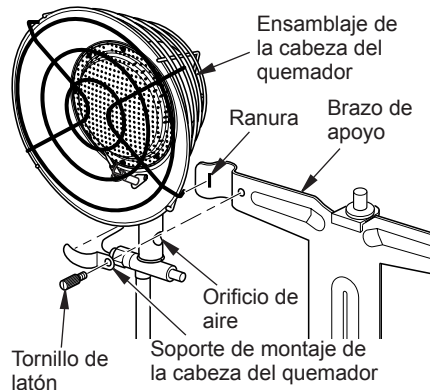

Figura 3 - Conexión del ensamblaje de la cabeza del quemador al brazo de apoyo
4. Monte el ensamblaje del quemador en el brazo de apoyo con los soportes de montaje de la cabeza del quemador y los tornillos de latón, como se muestra en la figura 3. Coloque el lado del soporte en la ranura del brazo de apoyo. Asegúrelo con un tornillo. Compruebe que los orificios de aire en los laterales del tubo del quemador no estén bloqueados. Apriete los quemadores firmemente en su sitio.